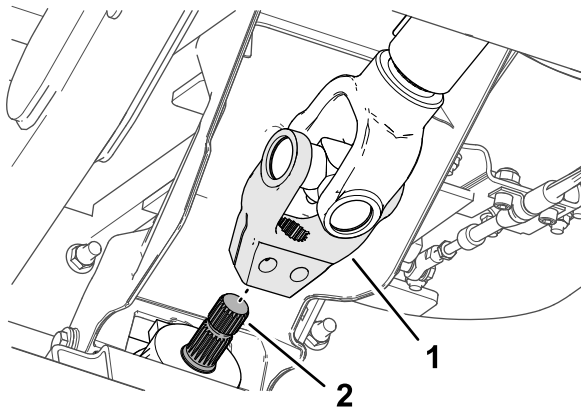

図 15
- 駆動シャフトのヨークについているスプラインを、アタッチメントの入力シャフトに合わせて **図 15**、ヨークをシャフトに取り付ける。